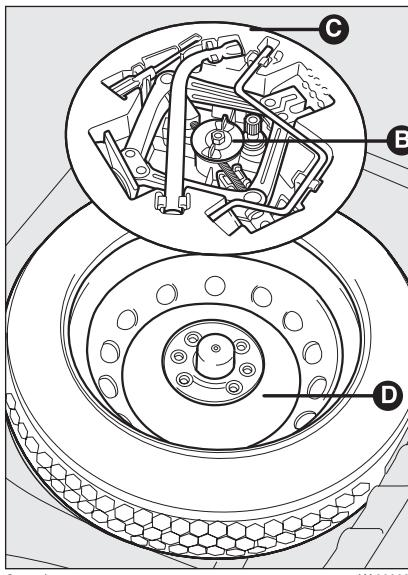

fig. 4
- afloje el cierre **B**-fig. 4;